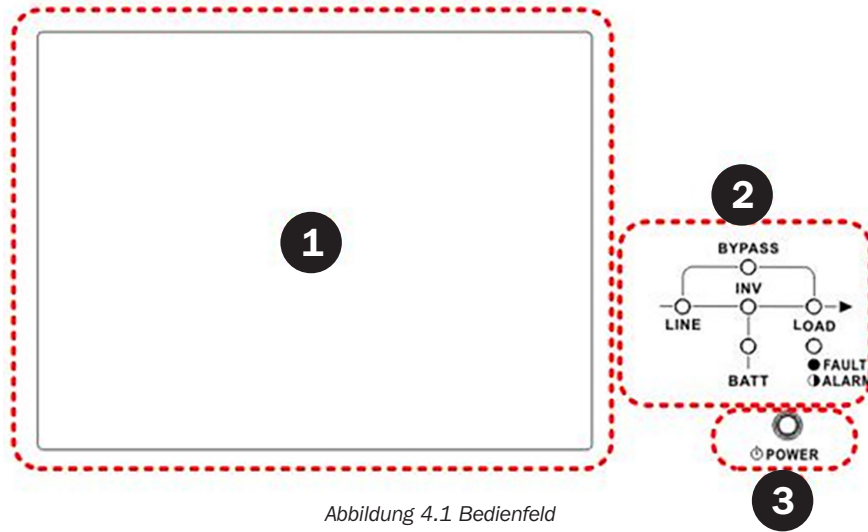

Abbildung 4.1 Bedienfeld
Das Bedienfeld und der Display-Bildschirm befinden sich auf der USV-Vorderplatte. Diese Schnittstelle überwacht alle gemessenen Parameter, den USV-Status, Batteriestatus und Alarmer. Die Kontrollschnittstelle ist in vier Abschnitte unterteilt: (1) LCD-Panel, (2) LED-Anzeigen, (3) Haupttaste und (4) Hörbarer Alarm. Siehe Abbildung 4.1.